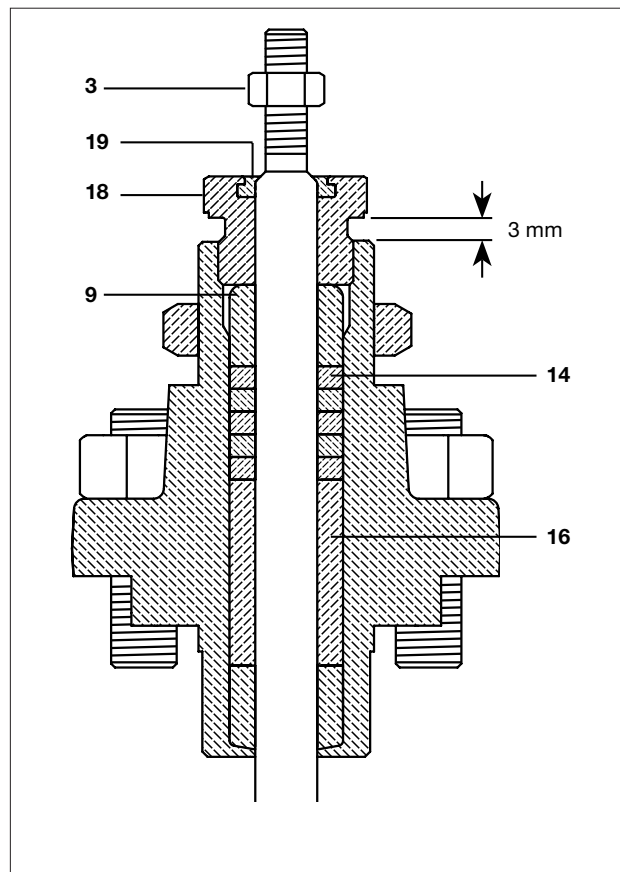

Bild 6: Graphit Spindelabdichtung
- Die Kontermutter (3 – Bild 6) entfernen
- Die Stopfbuchsmutter (18 – Bild 6) entfernen
- Den Abstreifring (19 – Bild 6) entfernen und wegwerfen
- Die obere stellitierte Führung (9 – Bild 6) entfernen
- die Graphit Stopfbuchspackung (14 – Bild 6) entfernen und wegwerfen.
- Die untere Führung (16 – Bild 6) herausnehmen.
- Den Halterungsraum der Stopfbuchspackung sorgfältig reinigen und gemäß Skizze (Bild 6) wieder zusammensetzen.
Hinweis: die untere Führungsbuchse (9 – Bild 6) wird mit der Rundung nach unten eingesetzt.
- Auf das Gewinde des Stopfbuchsmutter (18 – Bild 6) etwas Schmiermittel aufbringen und sie dann mehrere Drehungen in das Ventiloberteil reindrehen ohne dass die Stopfbuchspackung komprimiert wird. Zu diesem Zeitpunkt reicht es, wenn die Stopfbuchspackung lose angezogen ist.
- Die Stopfbuchsmutter (18 – Bild 6) muss erst fest